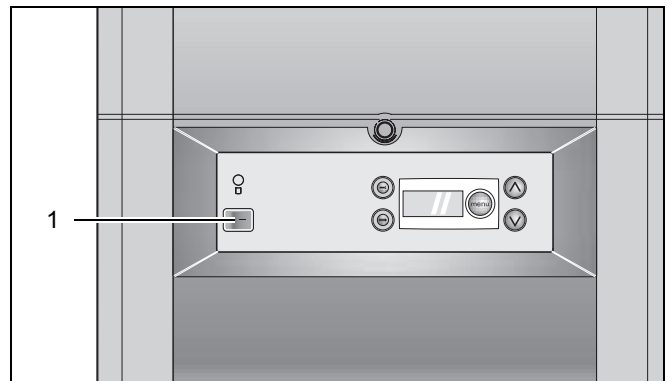

Fig. 6 Automat de ardere DBA
- Se poziționează comutatorul de funcționare pe "0" (Fig. 6, Poz. 1).